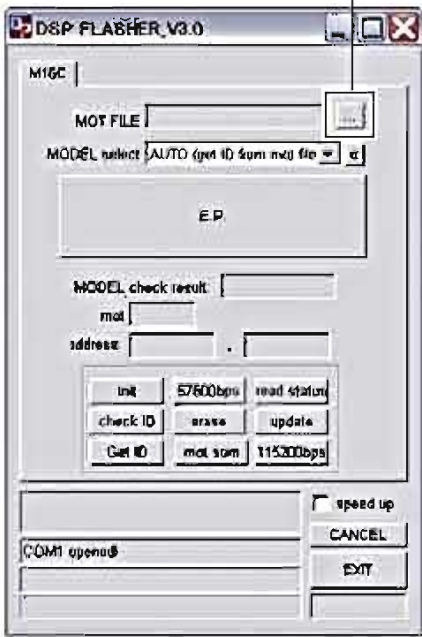

Fig. 2
The screen appears as shown below. (Fig. 2)
- 2. Click [...] and select the firmware name. (Fig. 2)
下記の画面が表示されます。(Fig. 2)
- 2. [...] をクリックし、書き込むファームウェアを選択します。(Fig. 2)